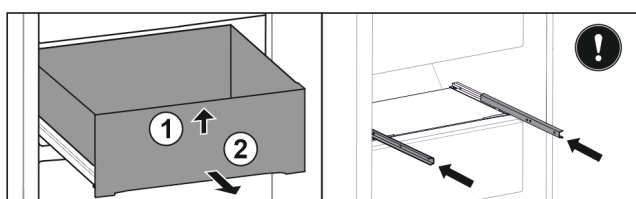

Fig. 116
- ▶ 抬起抽屉前部。 Fig. 116 (1)
- ▶ 朝前取出抽屉。 Fig. 116 (2)